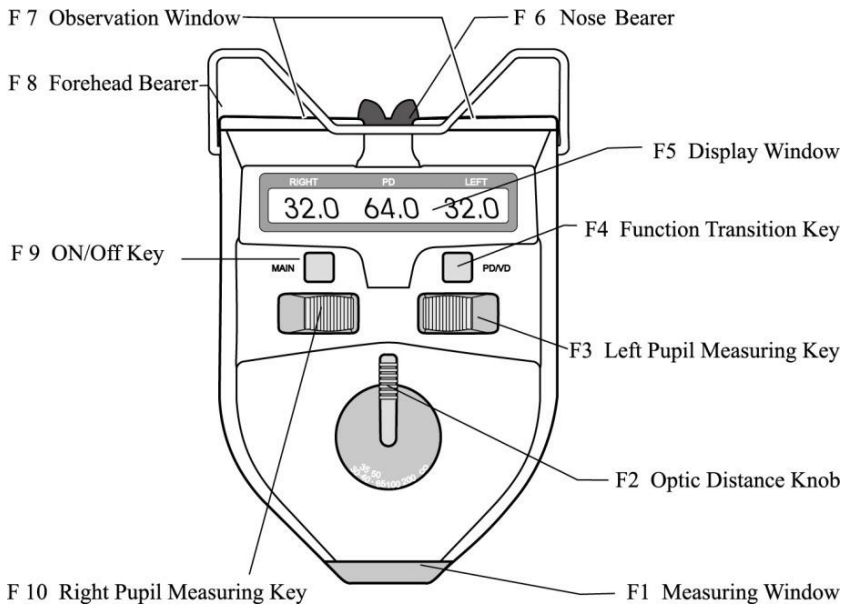

Abb.1
e. Um die Pupillenentfernung bei verschiedenen optischen Entfernungen zu messen, drehen Sie bitte zuerst den optischen Entfernungsknopf (wie in Abb. 1 Nr. 3 gezeigt) auf Ihre optischen Entfernungen und führen Sie dann Ihre Messung durch. Dieses Gerät stellt verschiedene optische Entfernungspositionen wie 30 cm, 35 cm, 40 cm, 50 cm, 65 cm, 1 m, 2 m und ein.